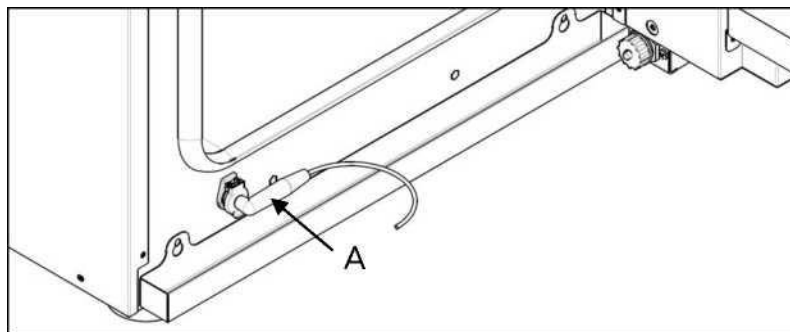

Рис. 15
*Штифт зонда должен быть вставлен в соответствующее гнездо, убедитесь, что зона "гнезда" зонда расположена, как показано на рис. 15, таким образом, чтобы он не мешал металлической конструкции двери при открывании/закрывании.*